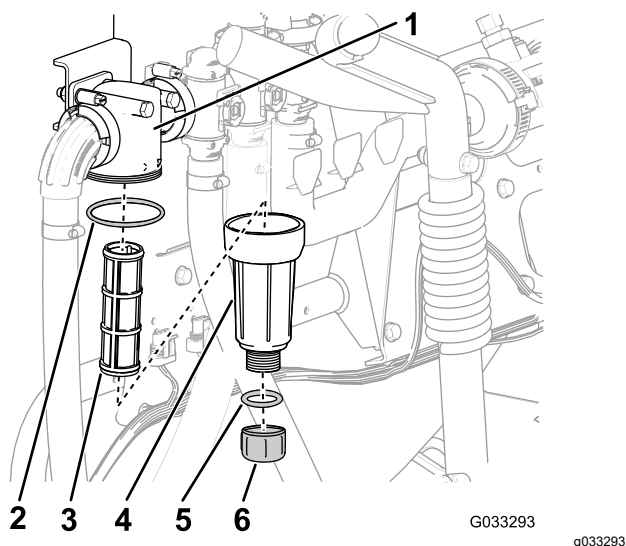

Figura 30
2. Amplasai o tavă de golire sub filtrul de presiune (Figura 30).
3. Rotii capacul de golire în sens invers acelor de ceasornic i scoatei-l din vasul filtrului de presiune (Figura 30).
4. Rotii vasul în sens invers acelor de ceasornic i îndepărtai capul filtrului (Figura 30).
5. Îndepărtai elementul filtrului de presiune (Figura 30).
7. Verificai dacă există deteriorare i uzură la nivelul garniturii pentru bușonul de golire (situat în interiorul vasului) i garniturii pentru vas (aflată în interiorul capului filtrului) (Figura 30).
8. Montai un nou element de filtrare de presiune la capul filtrului (Figura 30).
9. Montai vasul pe capul filtrului i strângei-l manual (Figura 30).
10. Montai capacul de golire pe fittingul din partea de jos a vasului i strângei capacul manual (Figura 30).